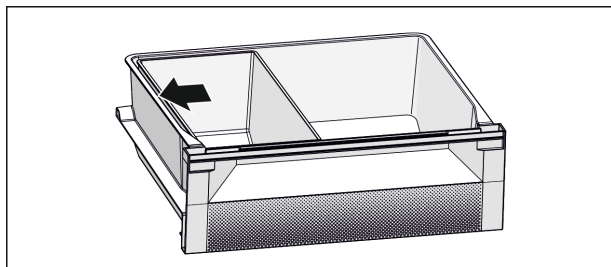

Fig. 6
- Vložte misku Fish & Seafood. Podle zobrazené polohy Fig. 6 () získáte optimální chladicí funkci.